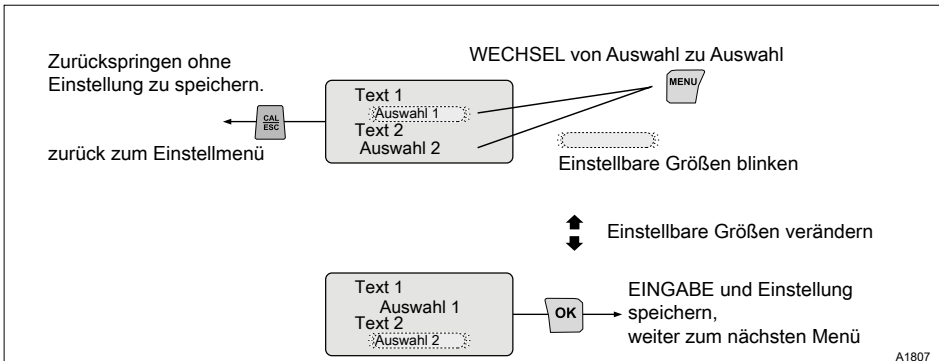

Abb. 24: Funktionen innerhalb der Menüpunkte
2. Mit der Taste [OK] können Sie die Menüpunkte wieder verlassen und gleichzeitig die einstellbaren Größen des Menüpunkts speichern, siehe Abb. 24.
1. ► Sie sind in einen Menüpunkt gelangt: Sie sehen Worte und Zahlen, siehe Abb. 24